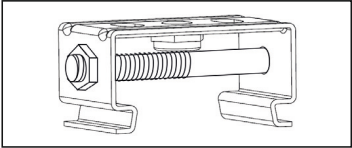

Рис. 1
- Внимание!** Для надежной фиксации осветительного прибора необходимо использовать стягивающие болты, входят в комплект поставки. Болты необходимо установить в боковые отверстия на скобах и затянуть гайкой (рис. 1).